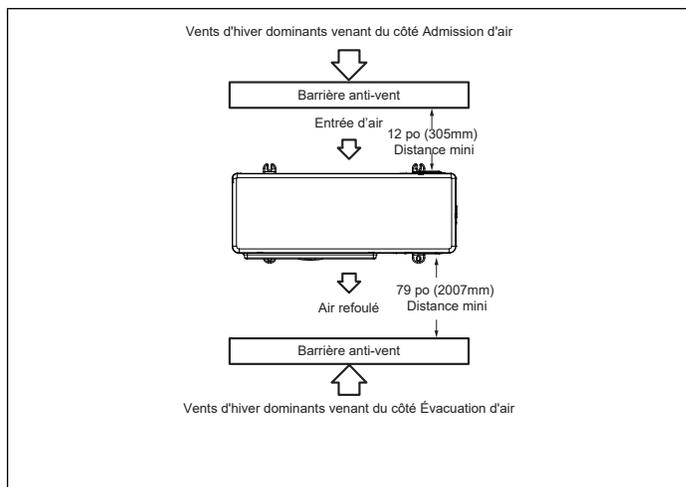

Figure 22. Barrière anti-vent
- Quand les vents dominants sont du côté de l'admission d'air, positionner la chicane anti-vent à un minimum de 12 pouces (305 mm) de l'unité comme illustré à la « Figure 22. Barrière anti-vent »
- Quand les vents dominants sont du côté évacuation, positionner la chicane anti-vent à un minimum de 79 pouces (2007 mm) de l'avant de l'unité comme illustré à la « Figure 22. Barrière anti-vent ».